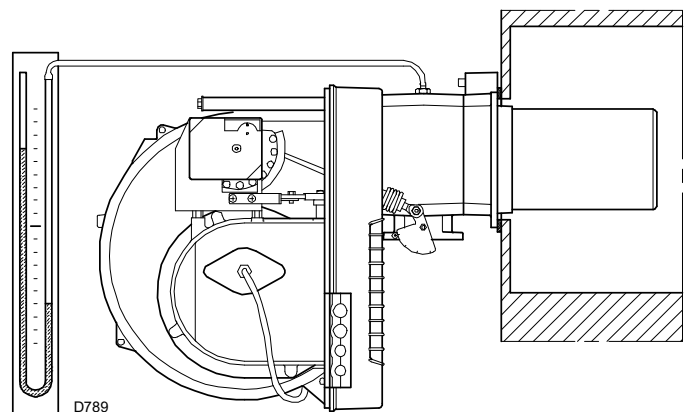

Fig. 20
- Instalar un manómetro de tubo en “U” (Fig. 20) en la toma de presión del gas del manguito. Se utiliza para obtener aproximadamente la potencia MÁX del quemador mediante las tablas Tab. H en la pág. 19.
En tal caso, aumentar el caudal de gas en el encendido. La llegada de gas al manguito puede observarse en el manómetro en U (Fig. 20 en la pág. 23).
Orientativamente, puede obtenerse consultando la Tab. H en la pág. 19, basta con leer la presión del gas en el manómetro en U, véase Fig. 20 en la pág. 23, y seguir las indicaciones dadas en la Tab. H en la pág. 19.